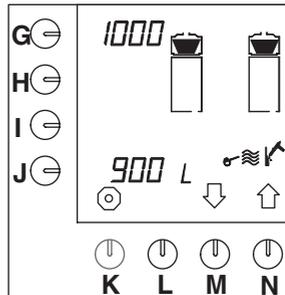

Abb. 52 Entkalkungsmeldung für das Kaffeebrühsystem
- Drücken Sie auf die Wahltaсте (M.)↓, bis Abb.52 im Display erscheint.